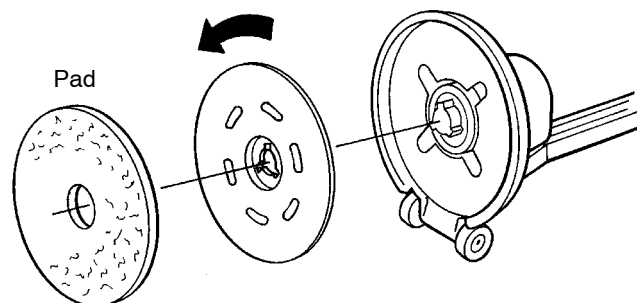

図1
3. パッドドライバー / ブラシを駆動モーターハブに配置して、反時計回りに回して、かみ合わせます (図1)。